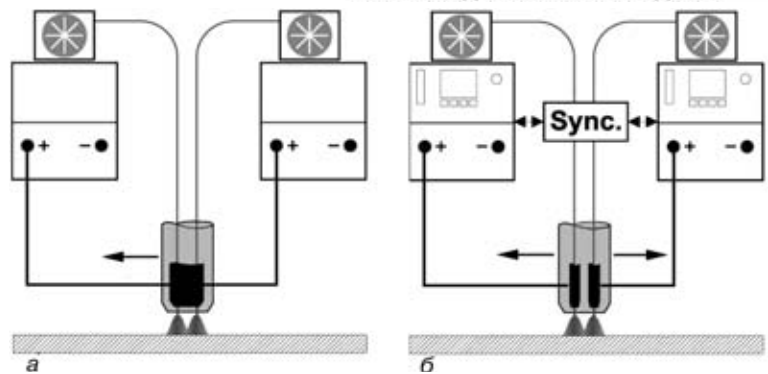

Рис. 5. Принципиальные схемы сварки двумя проволоками с общим (а) и отдельным (б) токоподводом
**Сущность процесса.** Фундаментальные и прикладные исследования, в частности, в области переноса металла лежат в основе современных технологий дуговой сварки. Дальнейшее их совершенствование связано с разработкой источников тока с микропроцессорным управлением. Этому направлению в полной мере отвечает способ Time Twin, при котором две электродные проволоки синхронно плавятся в общей сварочной ванне. После успешного применения МАГ-сварки нелегированной и легированной сталей специалисты фирмы «Фрониус» разработали способ МИГ-сварки для алюминиевых сплавов. Успеху способствовала замена двухэлектродной сварки с общим токоподводом на двухэлектродную сварку с отдельными токоподводами (рис. 5).
водит к взрыву перемычки, что вызывает повышенное разбрызгивание металла, нестабильность процесса и колебание длины дуг. При увеличении длины дуг снижается разбрызгивание и повышается стабильность процесса, но при этом снижается скорость сварки. Благодаря применению горелки с двумя изолированными токоподводящими мундштуками для каждой проволоки отмеченные недостатки устраняются. Этому способствует также наличие отдельных источников питания, регулируемых блоков подачи каждой проволоки. Подача питания на каждую из дуг регулируется с помощью синхронизирующего устройства (рис. 5).